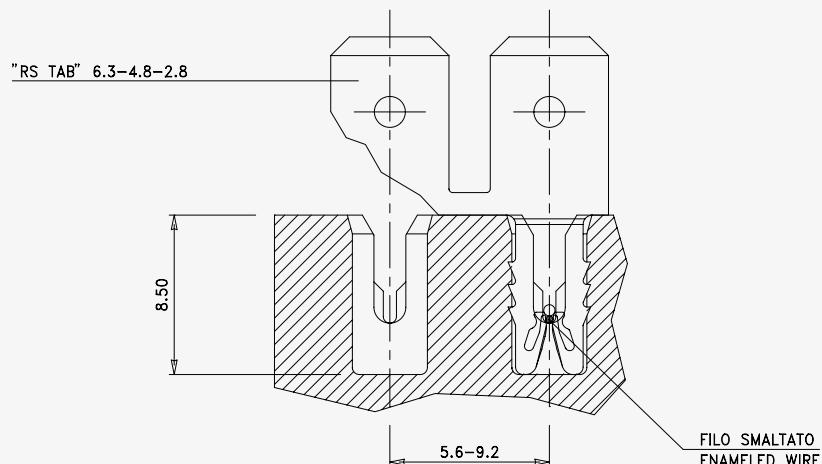
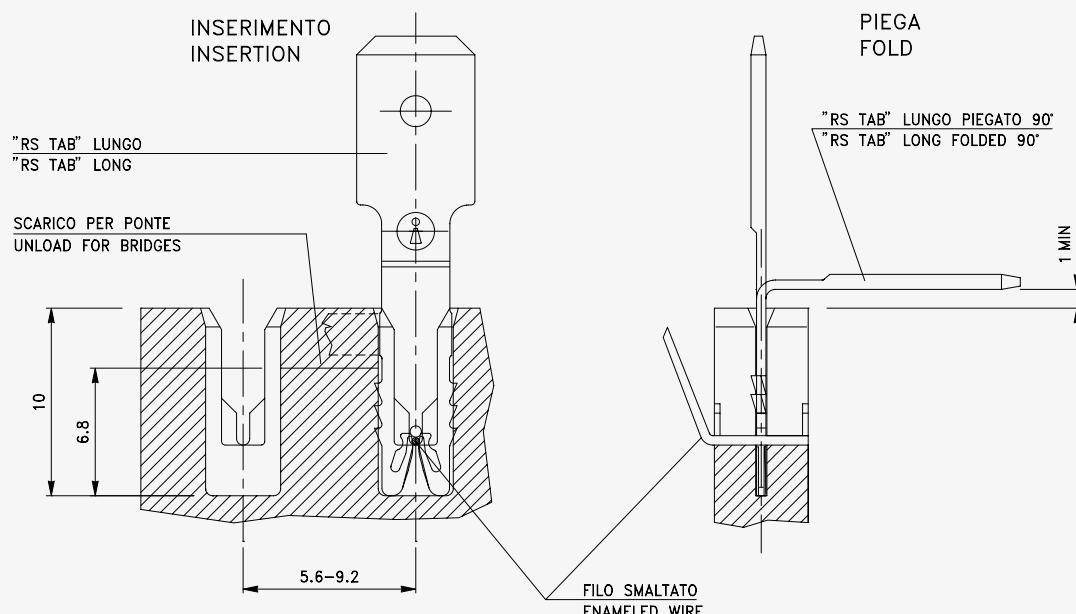

Fig. 8
Fig. 9
**B** – La connessione con gli articoli "RS-TAB" avviene direttamente sui fili e quindi con uscita verticale rispetto allo stator (fig. 8). Nel caso in cui sia richiesta un'uscita orizzontale la connessione sarà realizzata con un apposito articolo "RS-TAB" più lungo degli altri, che viene piegato fino a 90°, dopo la fase di inserimento, con apposita macchina (fig. 9).
**B** – The connection with "RS-TAB" terminals takes place directly on the wires and therefore with a vertical output from the stator (fig. 8). If a horizontal output is required the connection will be made using a longer "RS-TAB" terminal bent at 90°, using a specific machine after the insertion phase. (fig. 9).